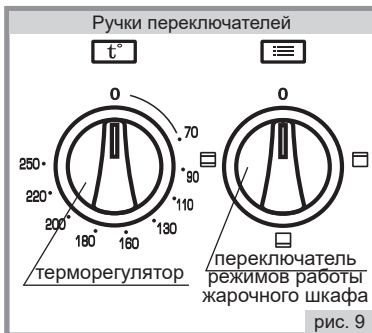

рис. 9
который задает необходимую температуру (рис.9). Значения температур указаны на панели управления и являются ориентировочными, могут колебаться в пределах $\pm 15^{\circ}\text{C}$.
- Для включения нагревательных элементов необходимо повернуть по часовой стрелке ручку терморегулятора (рис.9) и установить выбранный температурный режим.